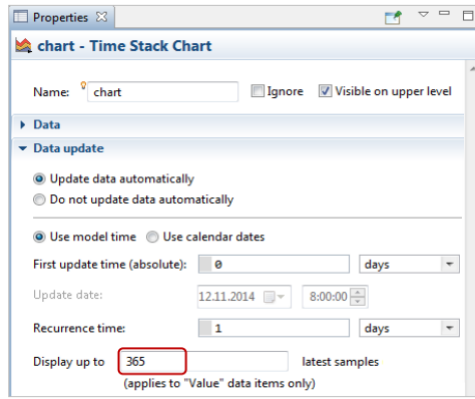

Рисунок 4.20 – Дисплей вгору
3. Коли часове вікно встановлене, змініть максимальну кількість зразків даних, які відображається на діаграмі, перейшовши до розділу «Оновлення даних» і встановивши параметр «Відобразити» до 365-ти останніх зразків. Оскільки ми будемо додавати одну вибірку даних щодня, 365 вибірок даних є ідеальною кількістю для одного року (рис. 4.20).